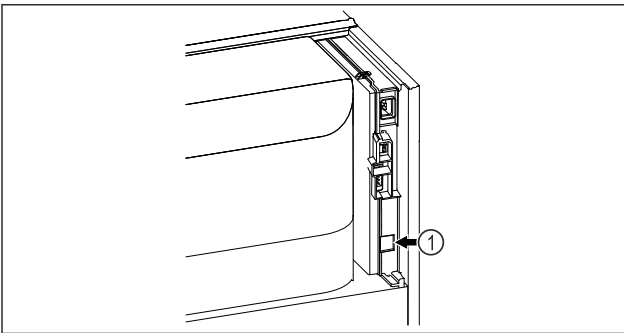

Fig. 62
❑ SmartModule Fig. 62 (1) 已使用。